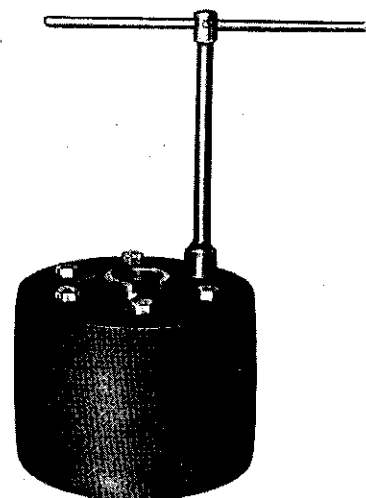

Bild 8. Abbau der Riemenscheibe vom äußeren Mitnehmer
3. Abbau der Riemenscheibe vom äußeren Mitnehmer (Bild 8).